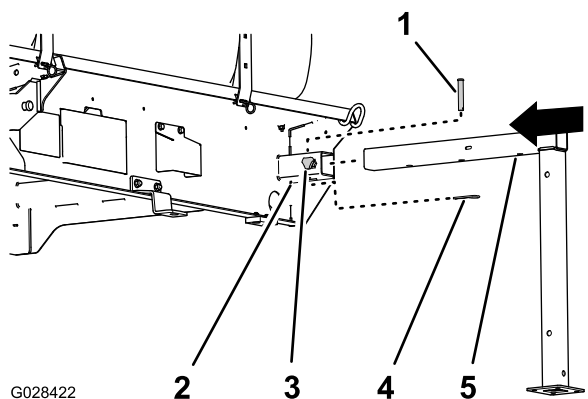

図 118
1. 前用のジャッキスタンドを、タンク前部のジャッキスタンド受けに合わせる 図 118。
2. ジャッキスタンドをスタンド受けに差し込み、スタンドの水平チューブの中央の穴をジャッキ受け上部の穴に整列させる 図 118。
4. ジャッキ受けにロックノブを取り付けて手締めする 図 118。